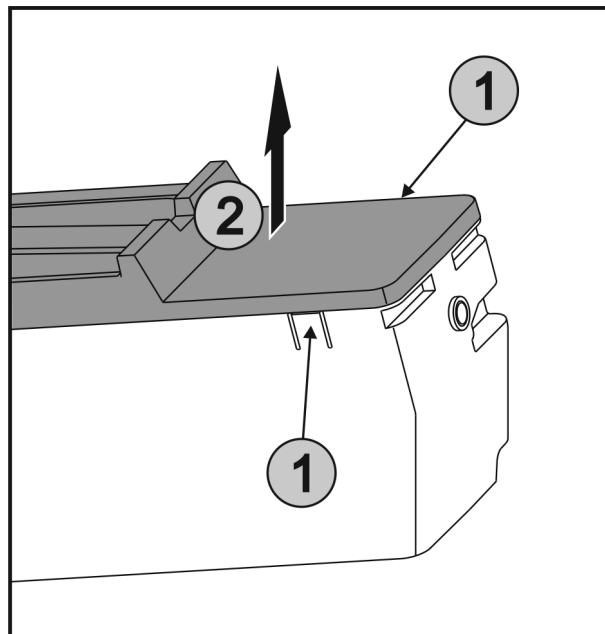

Fig. 41
- Appuyer simultanément sur les languettes Fig. 41 (1) des deux côtés de l'EasyTwist-Ice et retirer le couvercle Fig. 41 (2) vers le haut.